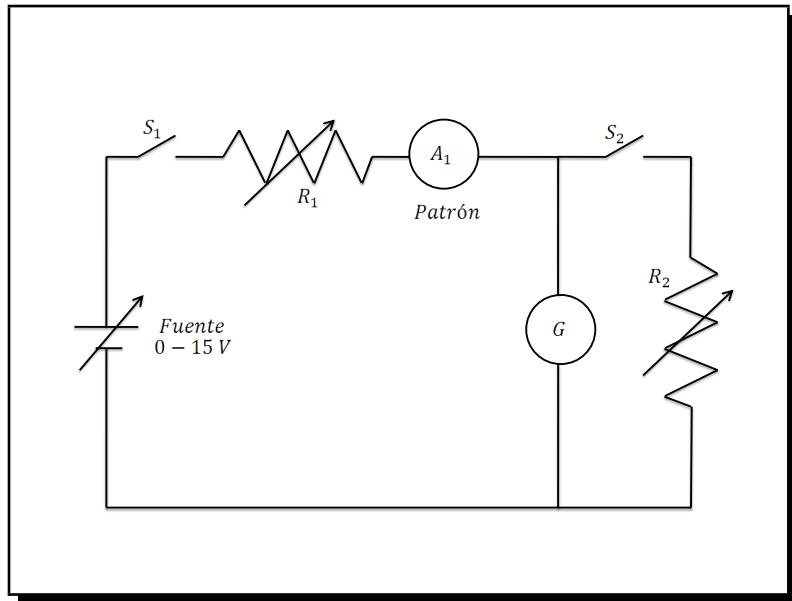

Figura 3.20: Circuito para determinar la resistencia interna de un galvanómetro
- 1 Realizar el montaje del circuito de la Figura 3.20; R_2 es una década de resistencia variable de protección; A_1 es el multímetro patrón y G es el galvanómetro.
(A_2). Verificar experimentalmente el cálculo colocando en paralelo con el galvanómetro el valor de R_s como se muestra en la Figura 3.20.